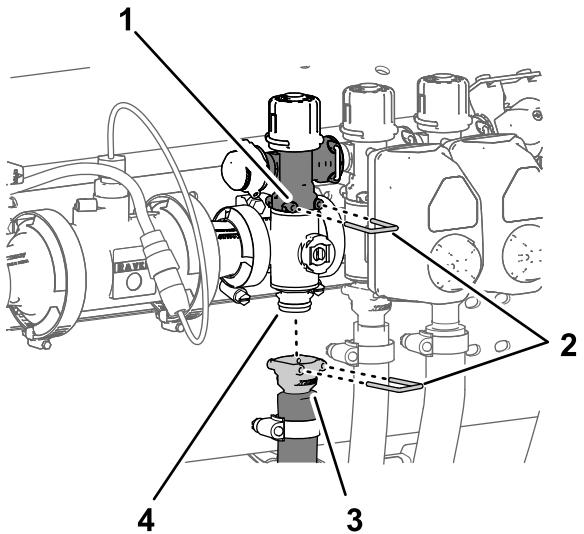

Bild 110
2. Entfernen Sie den Schnellkupplungsstift, mit dem die Schnellkupplung für den Abschnittzulaufschlauch am Verteiler für das Schnellkupplungsanschlussstück des Abschnittverteilerventils befestigt ist (Bild 110).